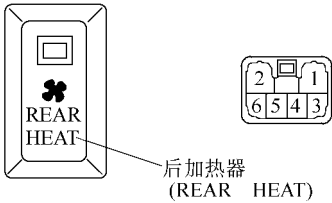

图 19-50 开关和接插件
(1) 检查开关。其开关和接插件如图 19-50 所示。其导通情况见表 19-12。